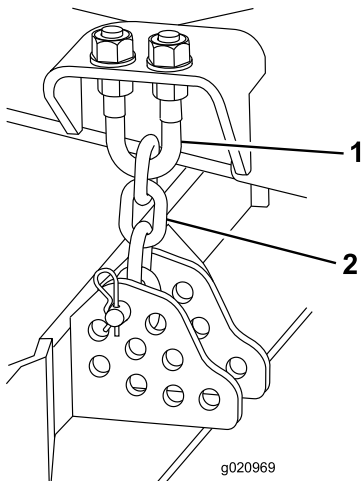

Figura 109
1. Afloje las contratuercas de la parte superior o inferior del perno en U de la cadena de altura de corte (Figura 109).